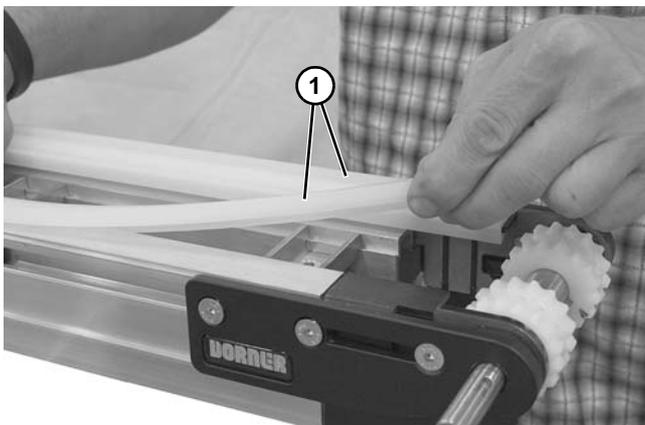

Figure 41
2. Retirer les bandes d'usure supérieures (Figure 41, élément 1) de l'extrémité entraînement.